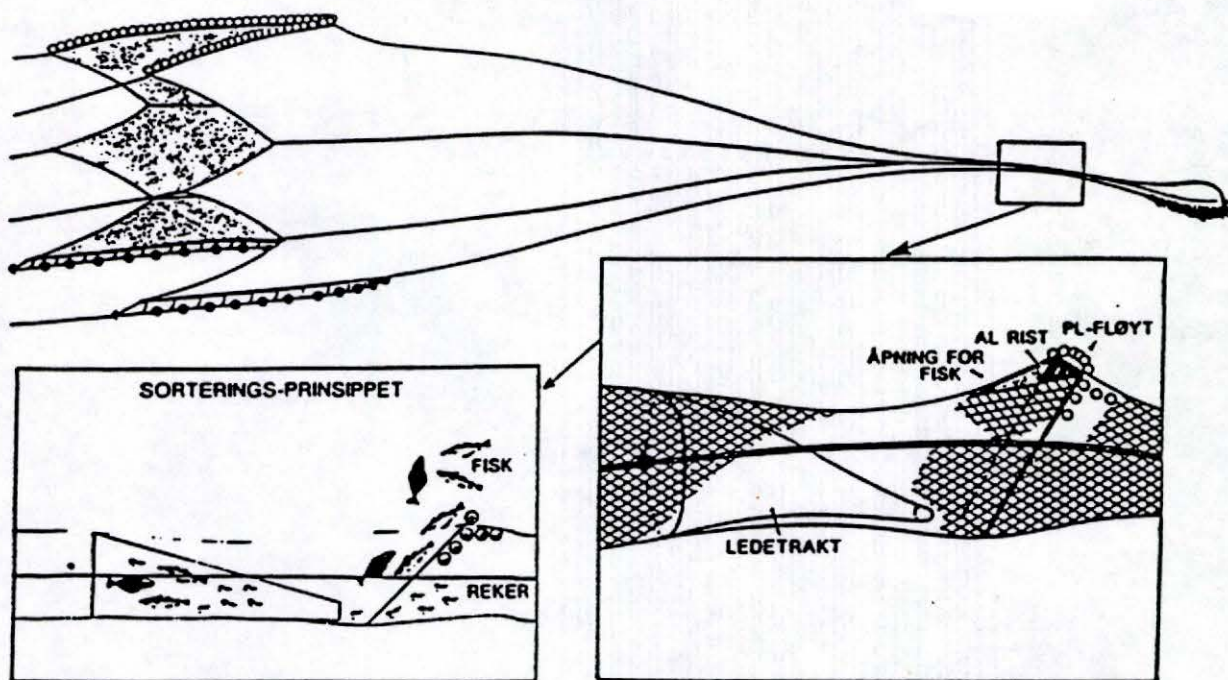

Fig.1
**B. MONTERING (se fig. 1, 2 og 5).**
11. Ledetunnel bør lages av polyetylen (PE) og maskevidden bør være så nært ned mot tillatt som mulig.